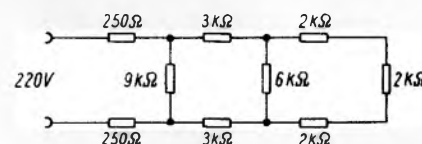

Bild 2
4. Berechnen Sie für die Widerstandsschaltung nach Bild 2 den Gesamtwiderstand und den Gesamtstrom.